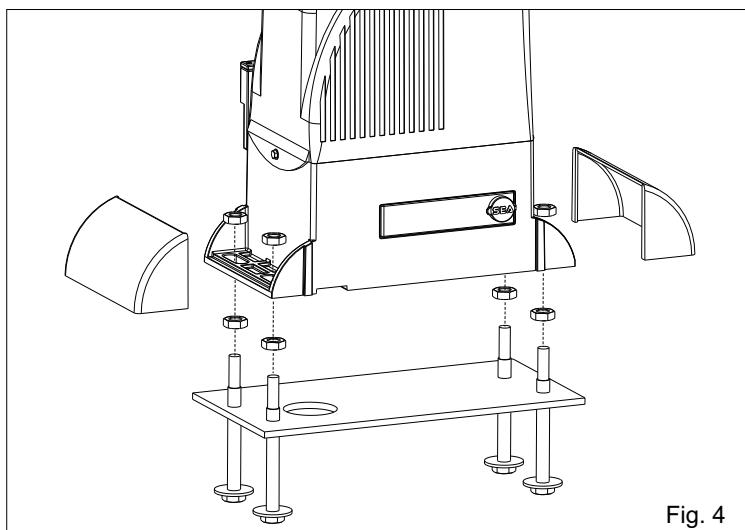

Fig. 4
- Fixer le motoréducteur à la plaque de fondation en réglant la position latérale et son hauteur (Fig. 4 - Fig. 5) en respectant les cotés cités dans Fig. 2.